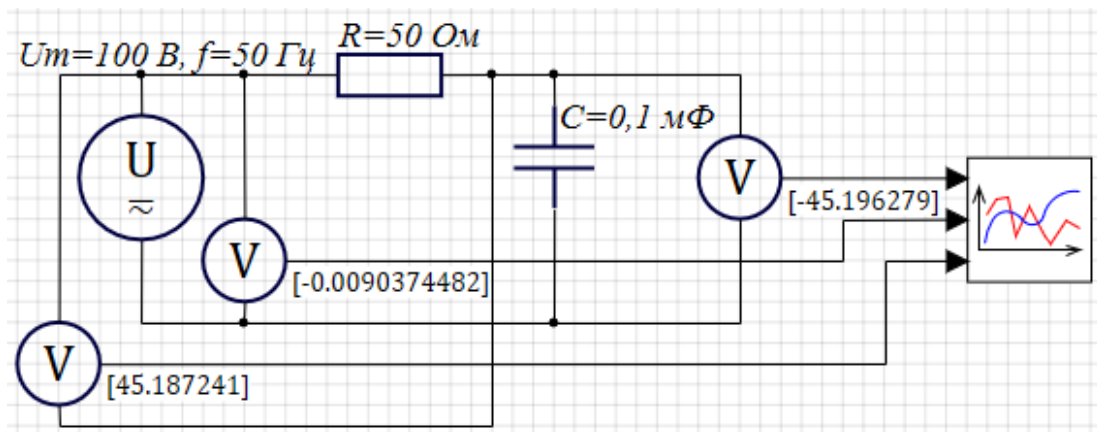

Рис. 3.2
4. Запустить схему на моделирование. По окончании расчета при нажатии на кнопку  **Показать значения на линии связи** на математических выходах вольтметров будут указаны мгновенные значения напряжений в конце моделирования (рис. 3.2):